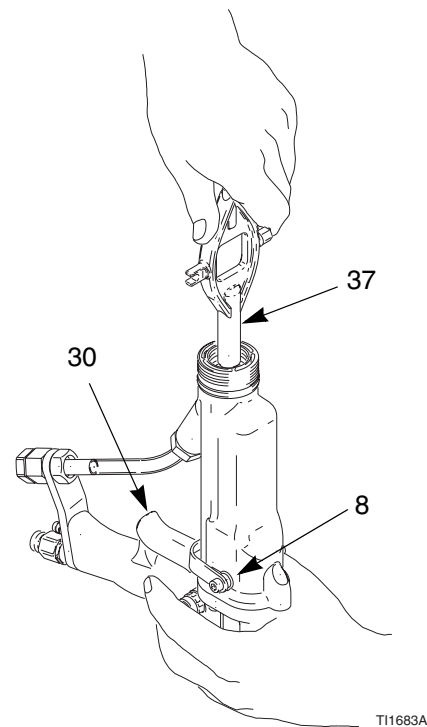

Abb. 26. Materialpackung entfernen
4. Die Abzugsschrauben (8) und den Abzug (30) lösen. Siehe ABB. 26.
5. Die Packungsstange (26) mit dem Multifunktionswerkzeug (37) entfernen.